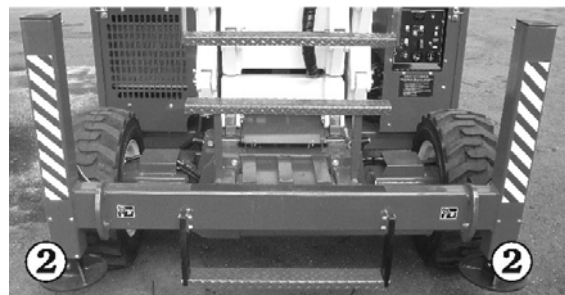

Fig. 8.12
2. Dra ned och håll kvar stödbensbrytarna ① (se Fig. 8.11), en åt gången, tills alla fyra (4) stödbensfötterna ② (se Fig. 8.12) är i fast kontakt med underlaget.